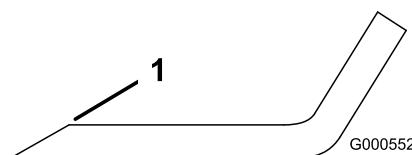

Figura 61
1. Utilice una lima para afilar el filo de corte en ambos extremos de la cuchilla (Figura 61).
Nota: Si la cuchilla no está equilibrada, rebaje algo el metal en la parte de la vela solamente (Figura 61).